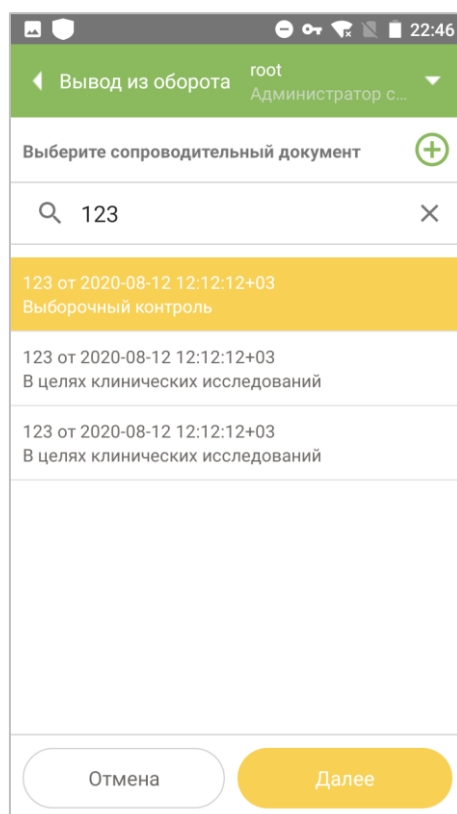

Рисунок 11.9
2. Выбрать сопроводительный документ из списка. При необходимости воспользоваться функцией поиска: ввести номер или его часть в поле поиска, выбрать из найденных совпадений (Рисунок 11.9). Нажать кнопку «Далее».